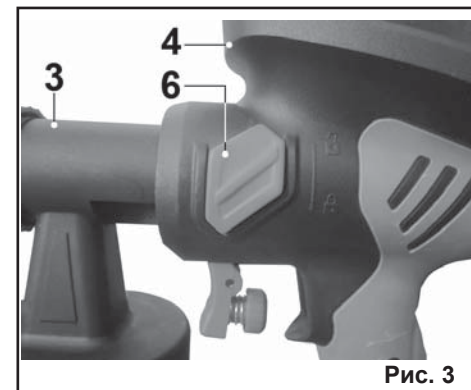

Рис. 3
7.1.1. Поместите распылитель (3) в корпус компрессора (4), и зафиксируйте в этом положении двумя фиксаторами (6) как показано на Рис.3.